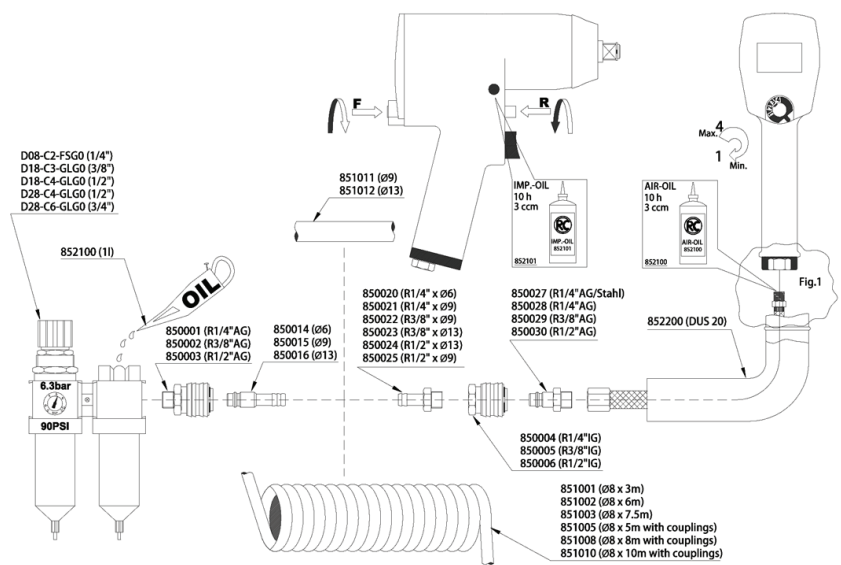

Fig. 01:
- Das Gerät laut Abb. 01 anschließen.
- Dieser Schlagschrauber ist für die Montage und Demontage von Schraubteilen unter Verwendung spezieller Schlagschrauber-Steckschlüssel vorgesehen. Zum Einschalten Abzug(1) am Griff des Schlagschraubers betätigen. Zum Betrieb in Vorwärtsrichtung den Umschaltstift(2) einwärts drücken. Zum Betrieb im Rückwärtsgang den Umschaltstift(2) herausziehen.
- Dieser Schlagschrauber ist mit einem Leistungsregler(3) ausgestattet. Einstellung gegen den Uhrzeigersinn erhöht die Ausgangsleistung und umgekehrt.
- Connect device as shown in Fig.01.
- The intended use of this impact wrench is with impact rated sockets operating upon threaded fasteners. To operate, pull trigger(1) on handle. To operate in forward rotation, push the reverse pin(2). To operate in reverse, pull the reverse pin(2).
- This impact wrench is equipped with a regulator(3) to enable adjustment of output power. Turn the regulator knob counter-clockwise for maximum power, clockwise to reduce power.